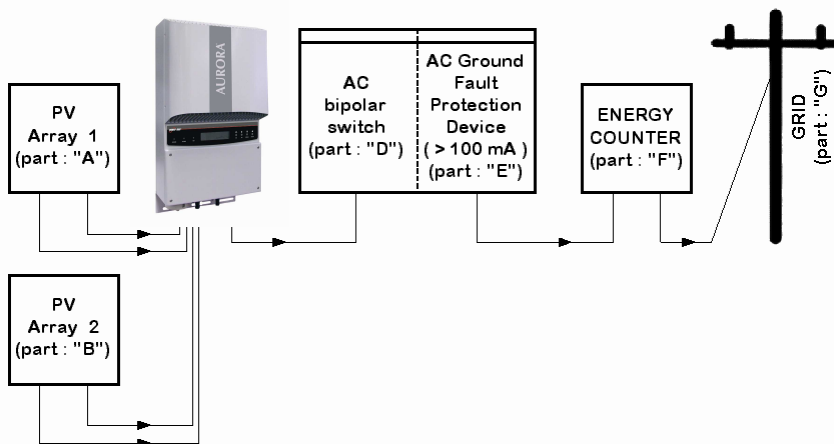

Fig. 8 – Diagramma di connessione
PASSO 1 Nel caso in cui l'inverter sia collegato alla rete elettrica disconnetterlo aprendo l'interruttore rappresentato come Particolare "D" nella Fig. 8.
Passo 1: Disconnettere l'inverter dalla rete AC sezionando tramite l'interruttore AC indicato come parte "D" nella Fig. 8. Sezionare anche la parte DC tramite l'interruttore DC (integrato nei modelli -S o esterno).